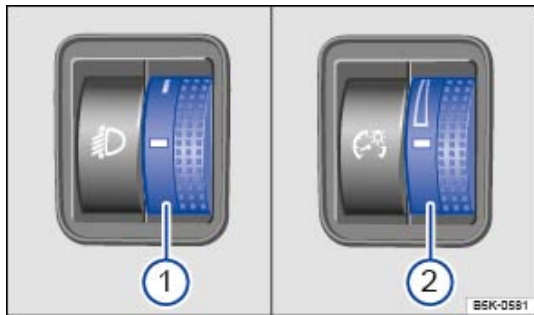

Fig. 85 À côté du volant de direction : molette de réglage du site des projecteurs ① et molette du rhéostat d'éclairage des cadrans et des commandes ②.
Selon la valeur réglée, le réglage du site des projecteurs → Fig. 85 ① adapte en continu les faisceaux lumineux des projecteurs à l'état de charge du véhicule. Le conducteur bénéficie ainsi d'une visibilité optimale et les automobilistes venant en sens inverse ne sont pas éblouis → .
Pour effectuer le réglage, tournez la molette → Fig. 85 ① :
Selon l'équipement du véhicule, il est possible de régler de manière continue la luminosité de l'éclairage des cadrans et des commandes en tournant la molette → Fig. 85 ② , l'éclairage étant allumé.